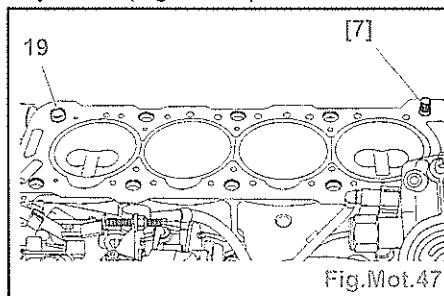

Fig.Mot.47
- Vérifier la présence de la goupille de centrage de culasse (19) sur le bloc cylindres (Fig.Mot.47).